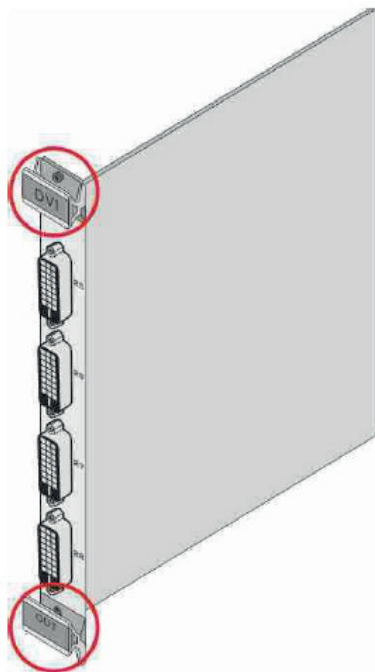

Рис. 18. Рукоятки модуля
2. С помощью крестовой отвертки снимите винты сверху и снизу защитной заглушки слота (см. рисунок 18)
5. Удерживая модуль за верхнюю и нижнюю рукоятки, совместите его с пластиковыми направляющими рельсами (см. рисунок 18).